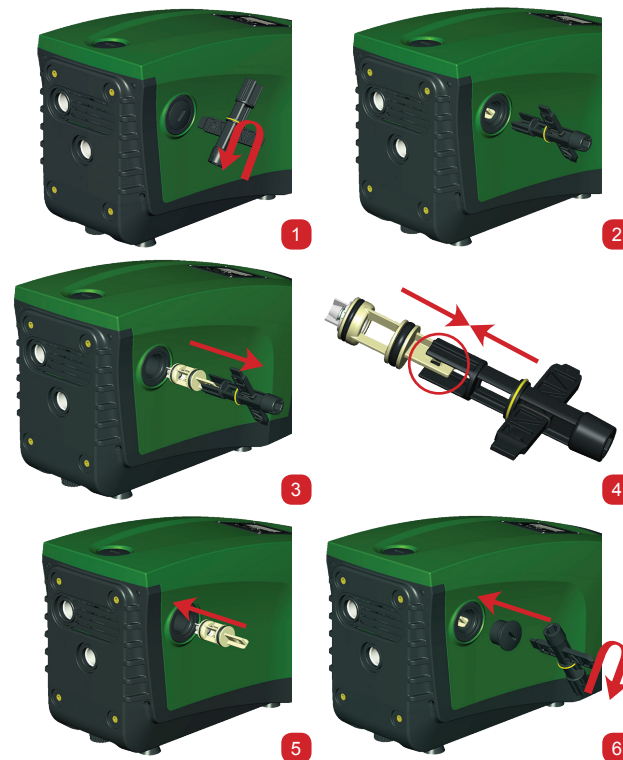

Fig. 28
- 1 - Ta bort pluggen som ger åtkomst till ventilen (Fig. 28).
- 2 - Stick in den medföljande krysskruvmejseln i änden F (kap. 10.1) för att haka fast den hålförsedda kilen med snäpphakarna (Fig. 28).
- 3 - Dra rakt utåt utan att vrida. Du kan behöva ta i lite grann. Patronen sitter kvar på nyckeln (Fig. 28).
- 4 - Lossa patronen från nyckeln. Tryck hakarna mot varandra för att lossa dem och dra ut patronen i sidled (Fig. 28).
- 6 - För åter in patronen på sin plats. De två O-ringarna behöver tryckas samman vid införandet. Använd vid behov krysskruvmejseln i änden D för att skjuta på. Använd inte änden F. Spärrhakarna hakar annars åter tag i patronens kil och går inte att få loss (Fig. 28).
- 7 - Dra åt pluggen helt. Pluggen hjälper till att föra in patronen om den ännu inte är helt införd (Fig. 28).
- 1 - Ta bort pluggen för att komma åt motoraxeln som i Fig. 28.